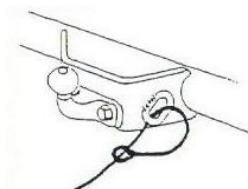
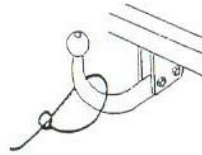

Fig. 1
Fig. 3A
Wenn das Auto einen Befestigungspunkt für das Abreißseil hat, ziehen Sie das Seil durch diesen hindurch und befestigen Sie das Seil an diesem selbst (Abbildung 1). Das Seil darf nicht am Befestigungspunkt (2) befestigt werden, da es hierfür nicht geeignet ist. Wenn das Auto keinen Befestigungspunkt für das Abreißseil hat, wickeln Sie das Seil einmal um den „Hals“ der Kugel herum und befestigen Sie das Seil an diesem selbst. (Abbildung 3a und 3b). Für abnehmbare Anhängerkupplungen: erfragen Sie Hinweise zur sachgemäßen Befestigung beim Lieferanten der Anhängerkupplung oder bei Ihrem. Kontrollieren Sie, ob das Seil nicht auf dem Boden schleift, zu stramm ist oder sich beispielsweise im Bugrad oder Stabilisator verheddern kann. In diesen Fällen könnte die Handbremse des Caravans vorzeitig gezogen werden.